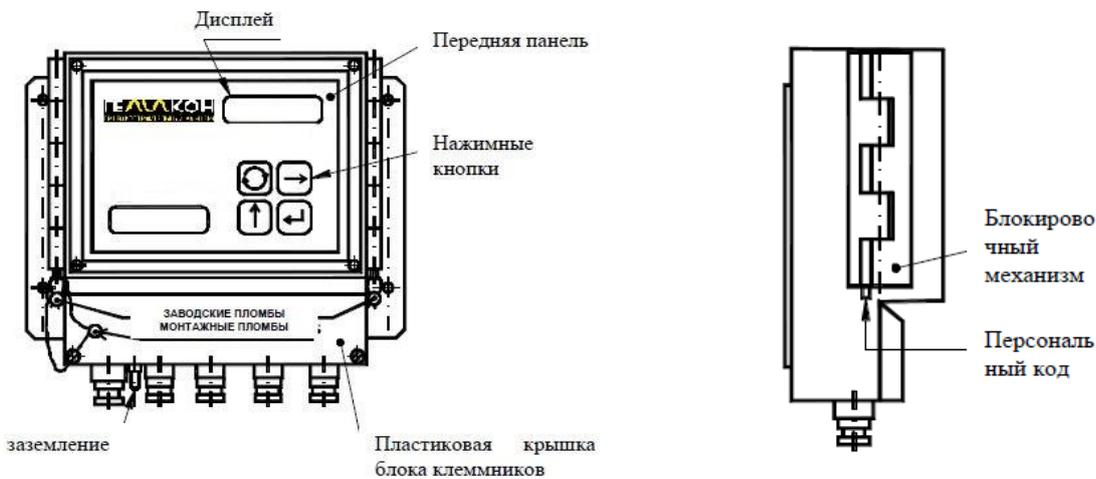

Рис. 5 – Электронный блок - описание
3.2.4. Электронный блок Электронный блок расходомера (см. Рис. 5) встроен в пластиковую коробку со стальным листом на задней панели для вертикального монтажа. На